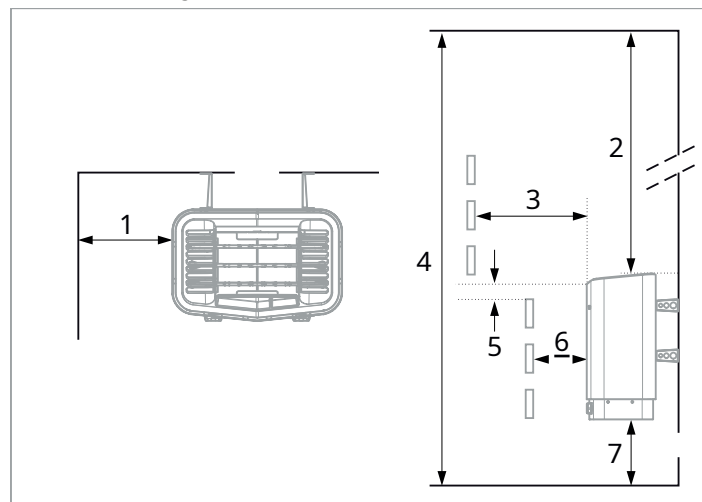

Figura 2: Posizionamento del riscaldatore - installazione normale
- a distanza di sicurezza dal pavimento, dalle pareti laterali e dagli arredi interni (vedi Figura 2).